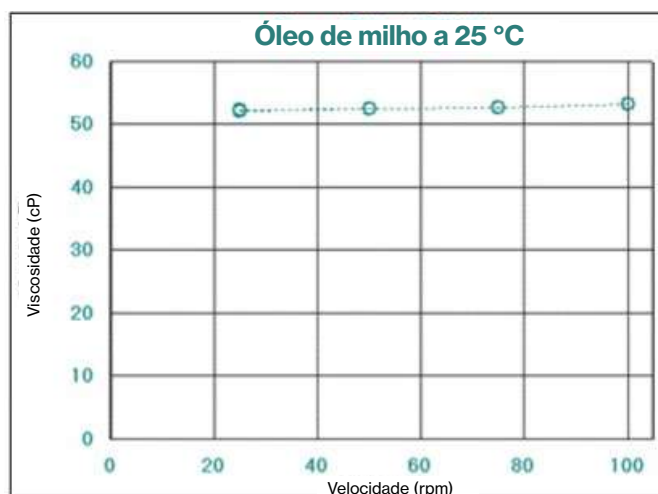

Figura 2: Viscosidade vs. Velocidade de Rotação
- Figura 2: A viscosidade do óleo de milho permanece constante em aproximadamente 52 cP em toda a faixa de velocidade analisada.
- Figura 2: Viscosidade vs. Velocidade de Rotação – Método 2, apresentando viscosidade consistente.